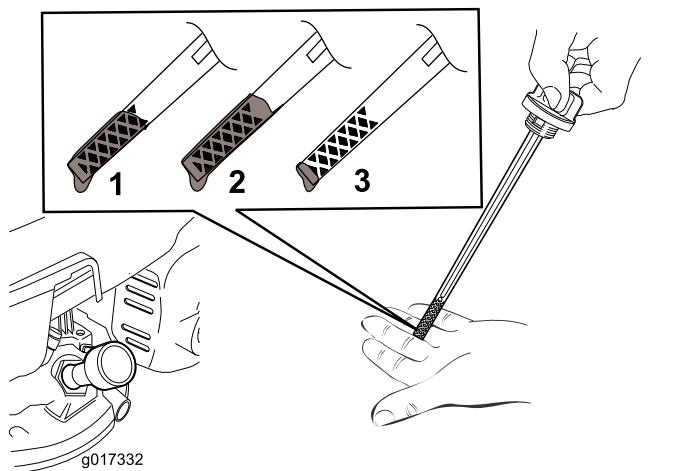

Figura 12
5. Para determinar el nivel de aceite correcto, consulte Figura 12.
Nota: Llene el cárter con aceite hasta que la varilla indique que el nivel del aceite del motor es correcto, según se muestra en Figura 12. Si usted llena demasiado el motor, vacíe el exceso de aceite según se indica en Cómo cambiar el aceite del motor \(página 17\).